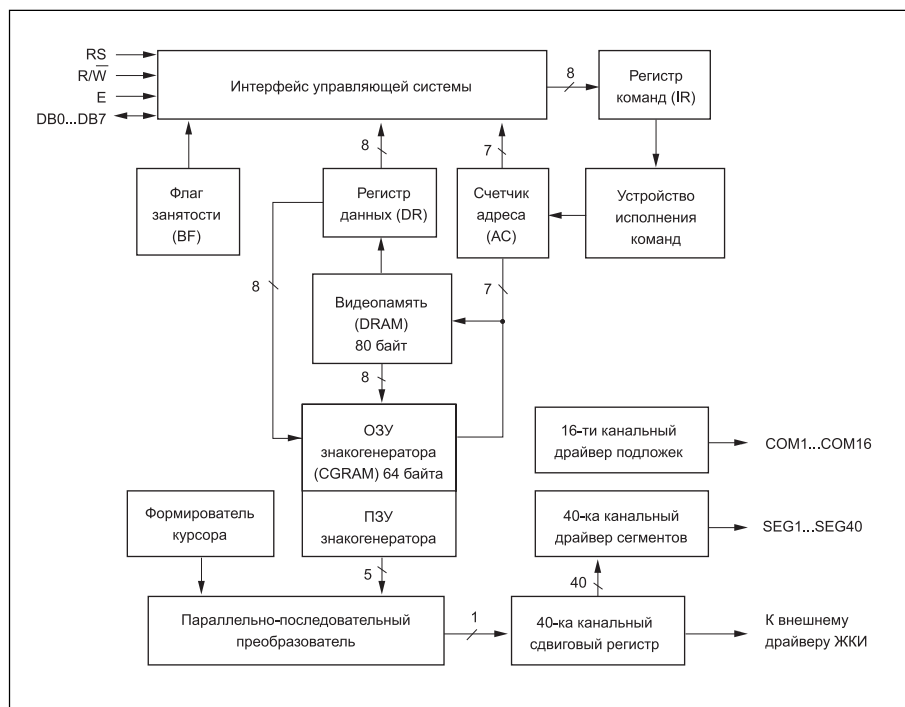

Рис. 5. Упрощенная структурная схема контроллера HD44780
Упрощенная структурная схема контроллера приведена на рис. 5. Можно сразу выделить основные элементы с которыми приходится взаимодействовать при программном управлении: регистр данных (DR), регистр команд (IR), видеопамять (DDRAM), ОЗУ знакогенератора (CGRAM), счетчик адреса памяти (AC), флаг занятости контроллера.